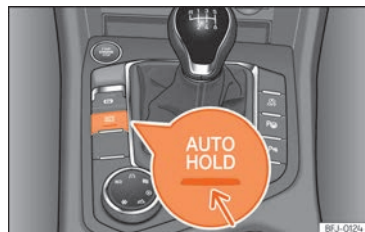

Abb. 155 Im unteren Bereich der Mittelkonsole: Funktionstaste Auto Hold.
-  Wenn die Auto-Hold-Funktion aktiviert ist, leuchtet die Kontrollleuchte im Kombi-Instrument grün. Die Kontrollleuchte der Taste  >>> (Abb. 155) leuchtet dauerhaft, während die Auto-Hold-Funktion eingeschaltet ist.